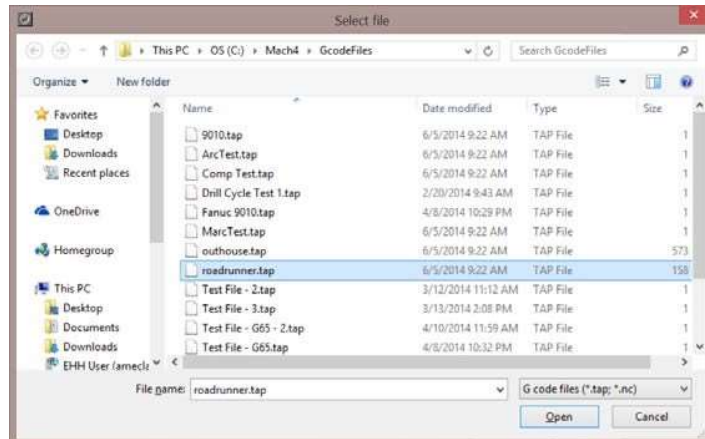

Figure 2-3: Select file
3. **Gcode-Datei öffnen:** Öffnet den Dialog "Datei auswählen", Abbildung 2-3. Der Benutzer kann dann zur gewünschten G-Code-Datei navigieren, um sie in Mach4 auszuwählen und zu öffnen.